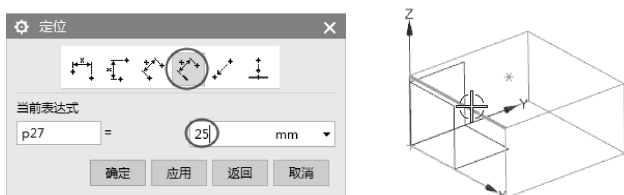

图 6-62 选择定位的参考边
- 04 单击【应用】按钮，弹出【定位】对话框。采用【垂直】方式，选择长方体的 1 条边作为参考，然后输入参考距离，按下【Enter】键确认修改，如图 6-62 所示。